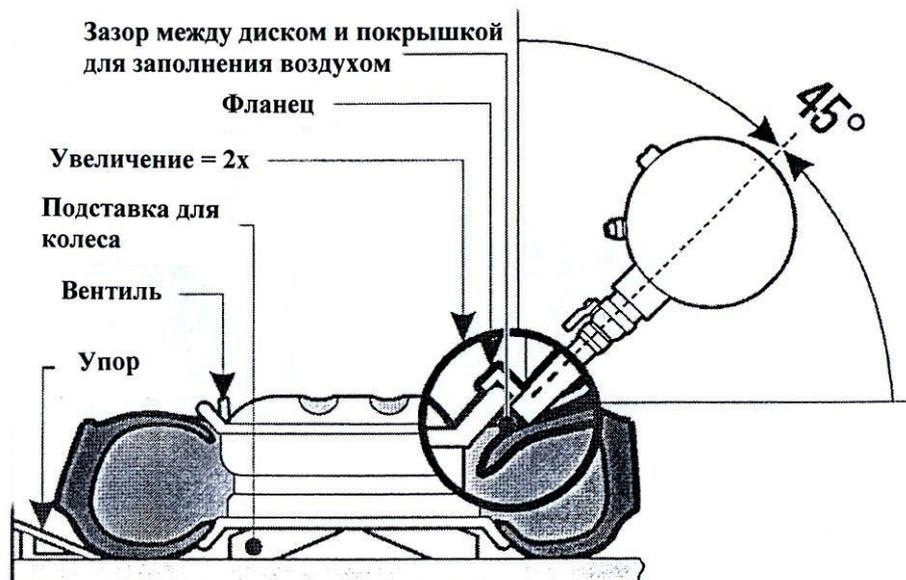
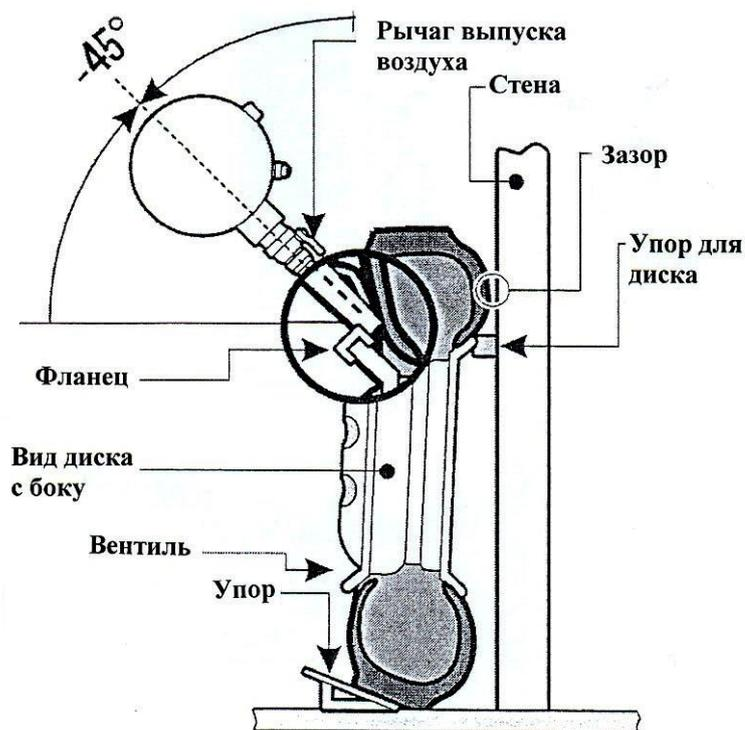

Рисунок 2. Использование ресивера в случае горизонтального расположения шины.
Рисунок 3. Использование ресивера в случае вертикального расположения шины.
Удерживая ресивер с соплом под углом 45° , вставьте сопло между верхним бортом шины и ободом диска (Рисунок 2). Проверьте, чтобы никого не было рядом и предупредите людей, что собираетесь открыть ресивер. Прочно удерживая ресивер за ручку (9) одной рукой, поверните рукоятку для открытия выпускного клапана (8) одним движением другой руки, и воздух мгновенно пойдет в шину. Когда борт шины сядет на обод диска, накачайте её до достижения рабочего давления.
чтобы фланец сопла (7) был внизу, то есть с противоположной стороны от рукоятки для открытия выпускного клапана (8) (Рисунок 3).
Клиновидная опора используется для обеспечения того, чтобы воздух из линии подачи воздуха попадал в вентиль на колесе. Устанавливайте опору под колесо рядом с вентиляем (Рисунок 2 и Рисунок 3).